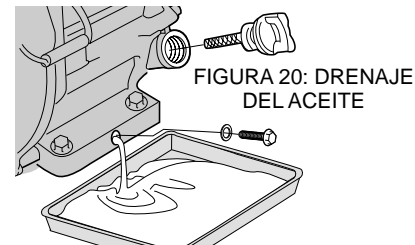

FIGURA 20: DRENAJE DEL ACEITE
1. Retire el tapón de llenado de aceite y el tapón de drenaje para sacar todo el aceite (figura 20).